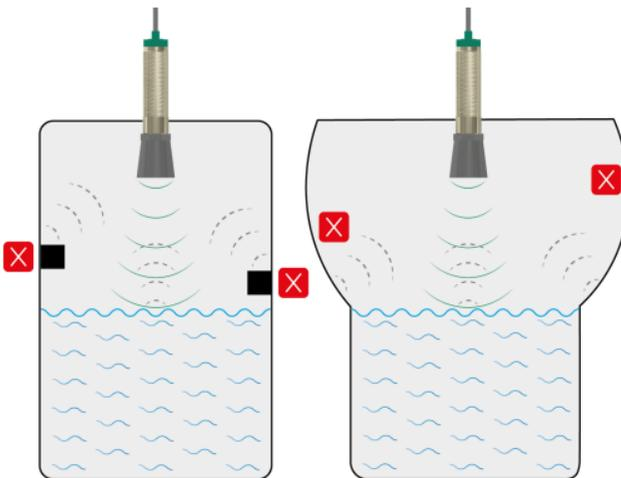

Рисунок 16 – Обнаружение датчиков сторонних/нежелательных объектов
2.11.3 Ультразвуковой датчик может среагировать на сторонние (нежелательные) объекты, находящиеся даже за пределами его зоны обнаружения. В резервуаре не должно быть поверхностей, способных отражать ультразвуковое излучение в сторону датчика (см.Рисунок 16).